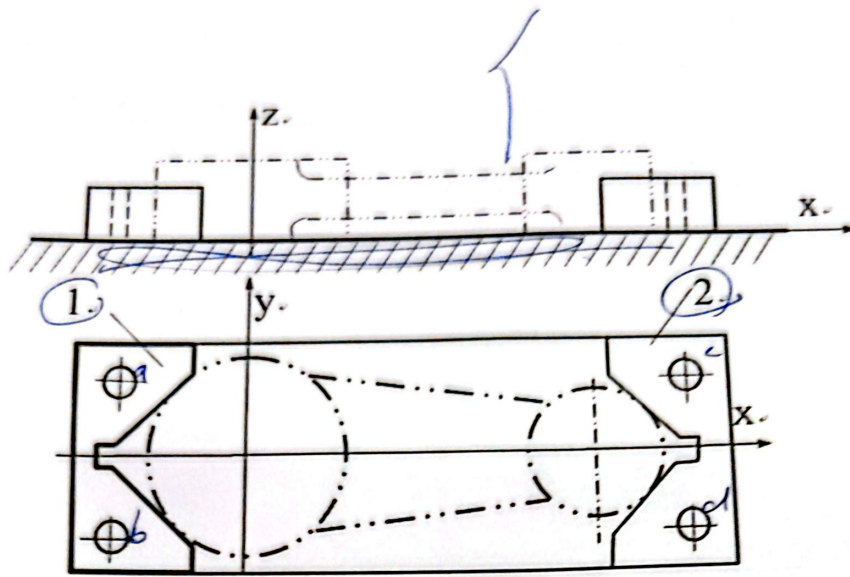

图 2.
- (2) 连杆工件在夹具中的平面及 V 形块上定位，如图 2。